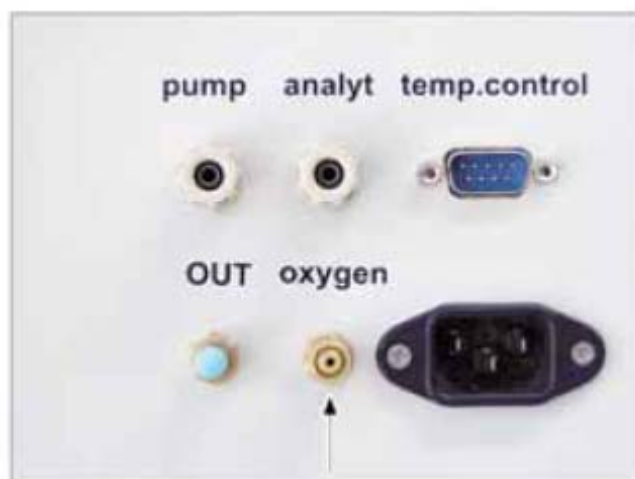

图 120 氧气端口
1. 将氧气进气连接管和进气的减压阀连接，再与仪器后部的氧气端口连接（见图 120）。